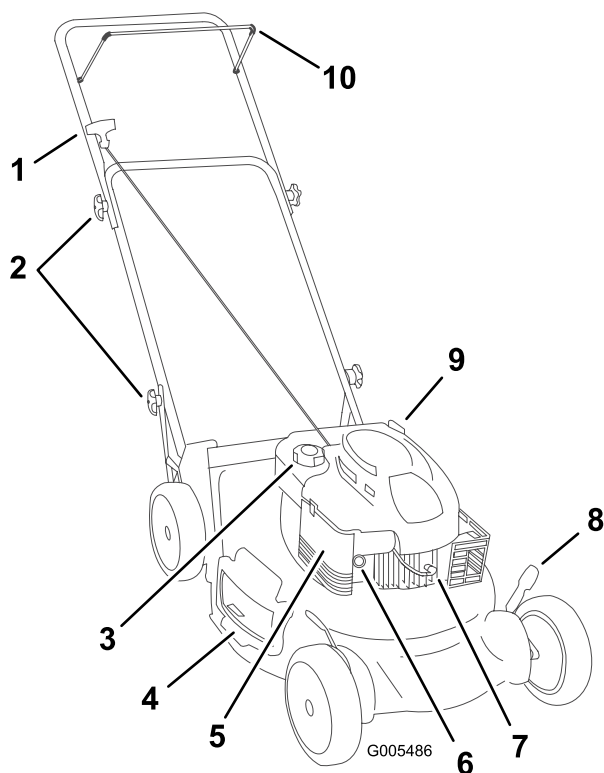

**Figura 8**
1. Retire la varilla (Figura 8).
2. Vierta **lentamente** aceite en el tubo de llenado hasta que el nivel llegue a la marca "Full" (lleno) de la varilla (Figura 8). **No llene demasiado.** (Capacidad máxima: 0,59 l (20 onzas), tipo: SAE 30W, aceite detergente con clasificación de servicio API SF, SG, SH, SJ, SL o superior.)